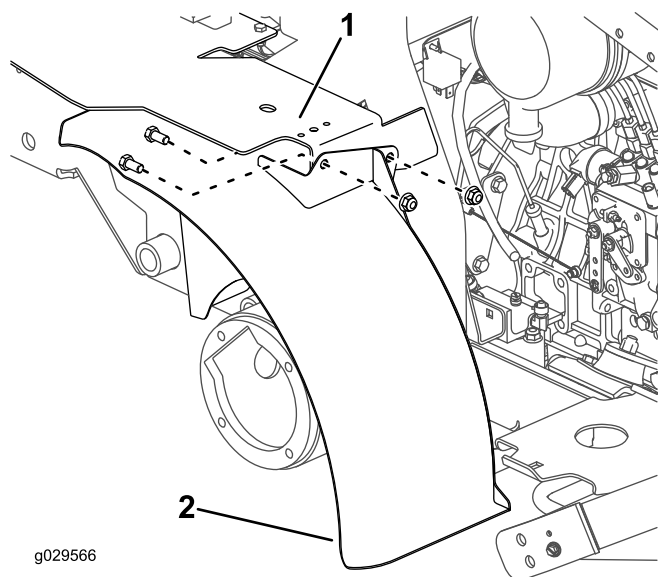

Figura 9
6. Monte, sem apertar, o suporte (na parte de cima do guarda-lamas esquerdo) ao suporte do depósito de combustível. Utilize dois parafusos de 3/8 x 3/4 polegada e duas porcas de 3/8 polegada, tal como se ilustra na Figura 9.